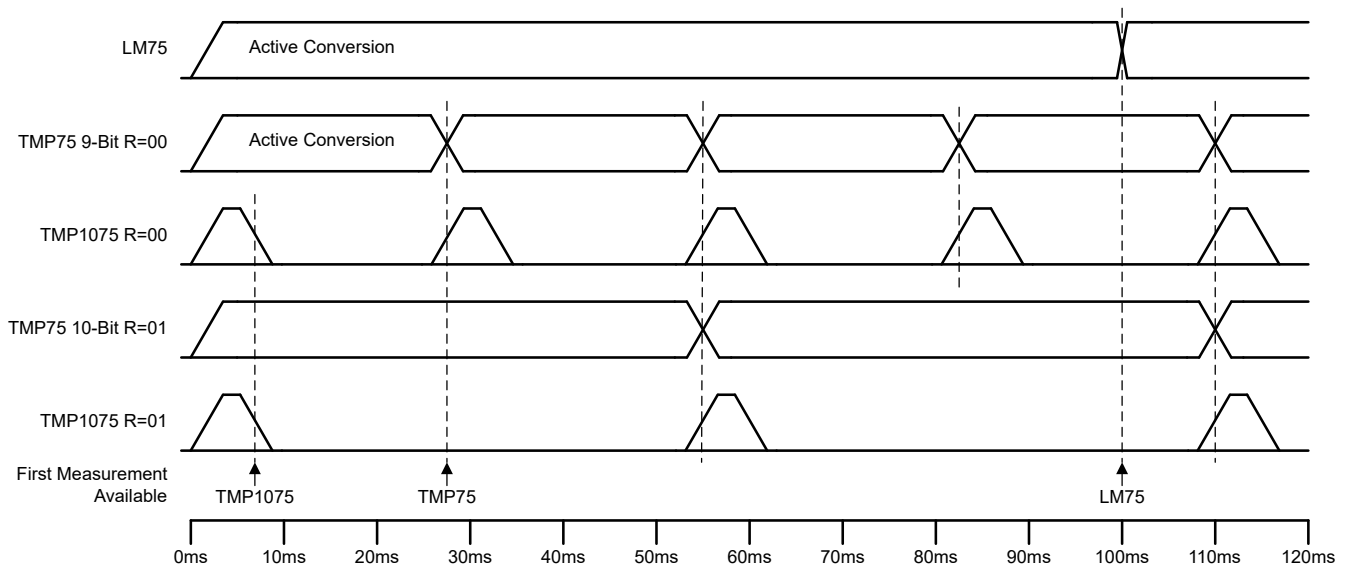
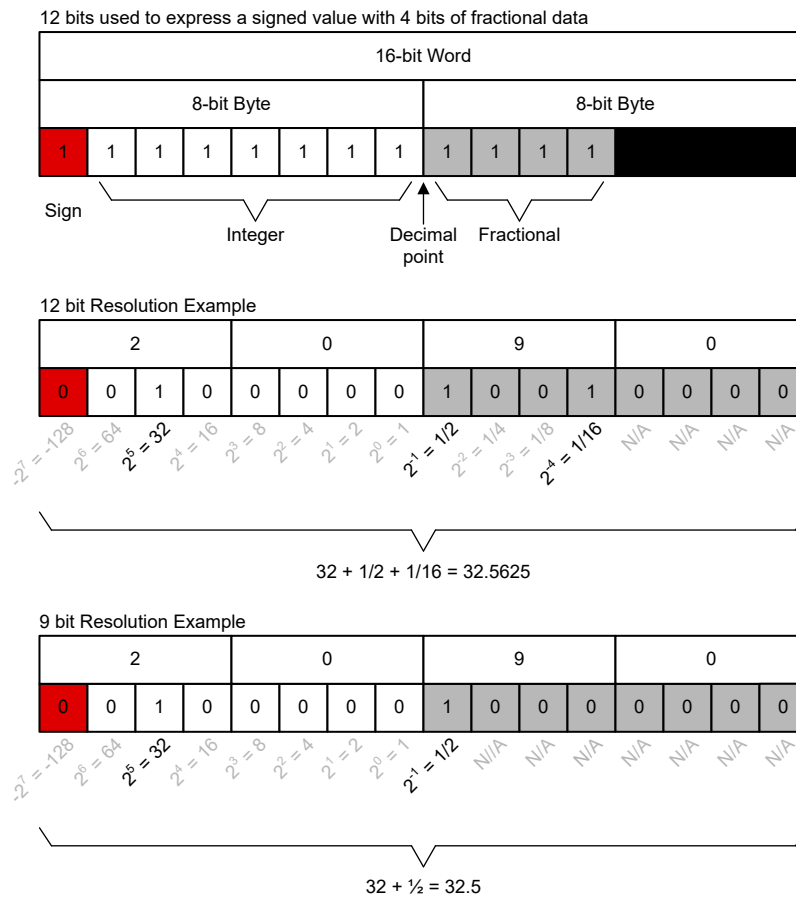

图 6-1. 转换时间
图 7-1. 温度转换计算
德州仪器 (TI) 正致力于开发可改善转换结果的新技术。转换时间描述进行新的温度测量所需的时间。器件分辨率和转换时间成反比。一般来说，分辨率越高，器件输出新温度测量值所需的时间就越长。表 6-1 中介绍了 TMP275、TMP175 和 TMP75 之间的关系。TMP275、TMP175 和 TMP75 具有可编程 ADC，用户可以在 9 位分辨率模式到 12 位分辨率模式之间进行选择。通过修改配置寄存器中的 R0 和 R1 来选择分辨率。TI 较旧的 LM75 器件采用的技术需要更多时间来转换数据，从而实现 9 位分辨率。TMP1075 具有 12 位分辨率，用户通过更改配置寄存器中的 R0 和 R1 位来选择不同的转换时间。TMP1075 在各测量之间会进入睡眠模式，以节省电力。在对器件进行比较时，TMP1075 可提供更好的转换时间结果。图 6-1 所示为一个图，该图详细说明了出现新温度之前的等待时间。
如图 6-1 所示，14 个器件具有不同的分辨率值；但是，温度输出仍然兼容。分辨率定义了读取温度值时可用的位深度。图 7-1 展示了如何在 12 位分辨率和 9 位分辨率下根据 I2C 数据计算温度值。I2C 为您提供一个 2 字节的值，但只会使用前 12 位来转换数据。兼容性发生在位权重分布上。为每个位分配一个小数值，然后将其加在一起以形成温度结果。第一个字节描述了符号和整数值。本文档中所述的所有分辨率大于 8 位的 TI 温度传感器都有一个兼容的第一个字节。分辨率差异发生在第二个字节中。第二个字节描述了器件的有限精度。如图 7-1 所示，12 位分辨率比 9 位分辨率显示的数据准确度更高，但仍然兼容。